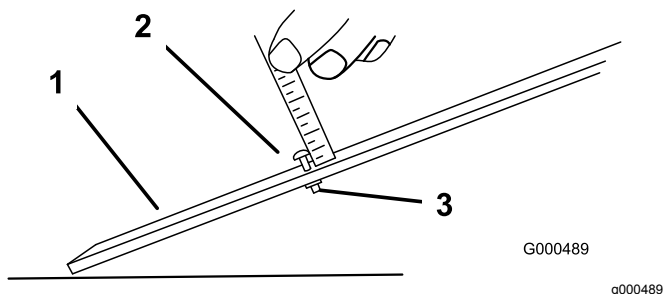

图 11
1. 松开调刀尺上的螺母并将调节螺丝设定为所需的剪草高度 图 11。